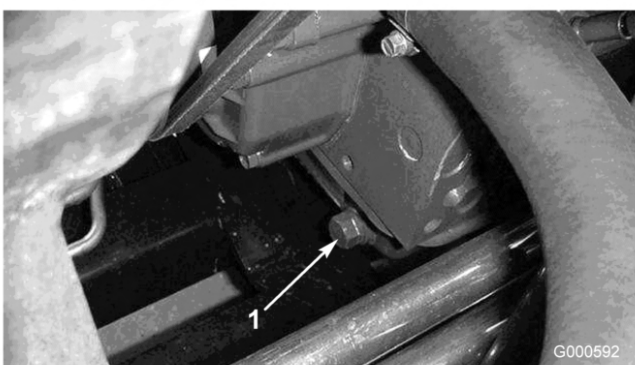

Figura 32
1. Retire o tampão de escoamento traseiro (Figura 32) e deixe o óleo escorrer para um recipiente adequado. Quando o óleo parar, volte a montar o tampão de escoamento.